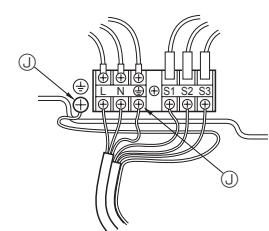

Fig. 6-2
6.1. Buitenapparaat (Fig. 6-1, Fig. 6-2)
① Verwijder het onderhoudspaneel.